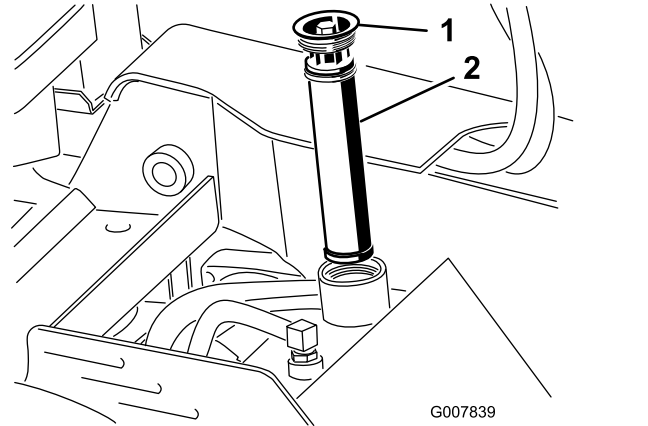

Figura 57
4. Togliete il filtro dell'olio e gettatelo (Figura 57).
5. Inserite il filtro idraulico di ricambio e il tappo di riempimento (Figura 57) e serrate il bullone in alto a una coppia compresa tra 13–15,5 N·m.